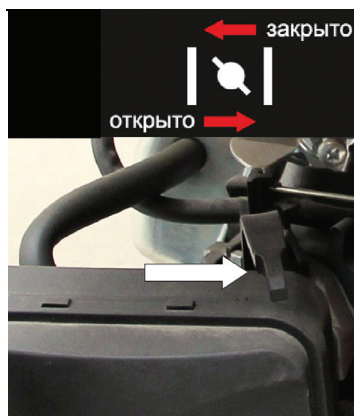

Рис. 13
5. После прогрева двигателя плавно переведите рычаг воздушной заслонки в положение «Открыто» (рис. 13). При повторном пуске прогретого двигателя, воздушную заслонку использовать не нужно.